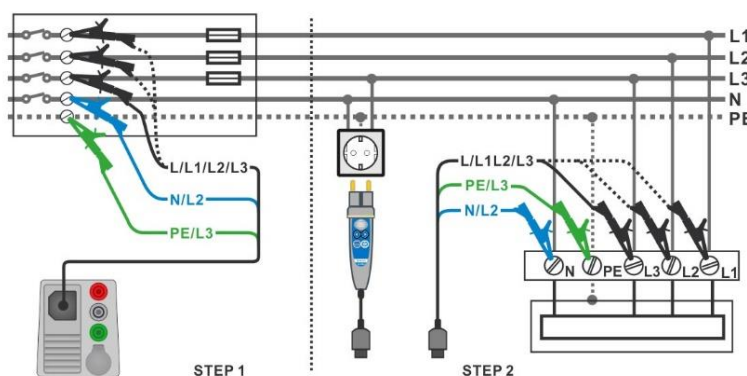

Fig. 4.107: AUTO TT måling
- › Forbind 3-leder testledninger eller Plug commander til objektet der skal testes, se **Fig. 4.107**